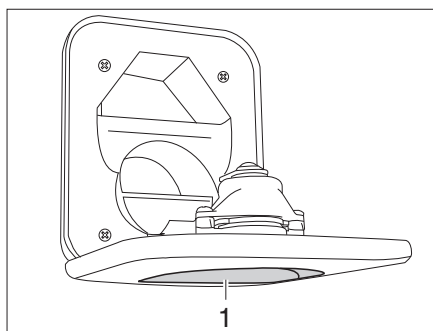

Fig. 227 Tubo de llenado de agua potable para el inodoro
- Abrir el tubo de llenado de agua potable para el inodoro (Fig. 227,1) encima de la trampilla para el cassette Thetford y girarlo hacia abajo.